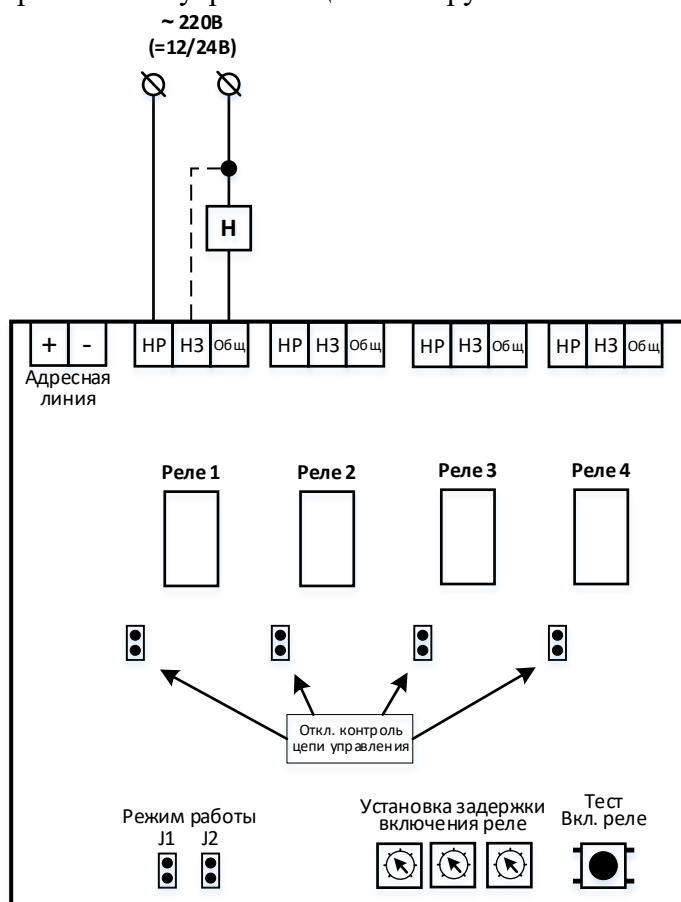

Рис.2. Расположение клемм и органов управления МАКС-У исп.4. Схема подключения нормально-выключенной нагрузки.
джемпер соответствует импульсному режиму работы, снятый – постоянному (см. Таблицу 2 и рис.2).
1.9. Каждое реле модуля имеет джемпер отключения контроля цепи управления (см рис.2), что необходимо для проведения пусконаладки при отсутствии напряжения питания нагрузки, а также для поиска неисправностей в цепях управления (раздел 3). При установленном джемпере контроль цепи управления отключен.
| | 2. Напряжение нагрузки разрешается подавать не ранее, чем через 20сек после первого включения модуля, т.к. после транспортировки положение контактов реле может отличаться от указанного на рис.2,3. |